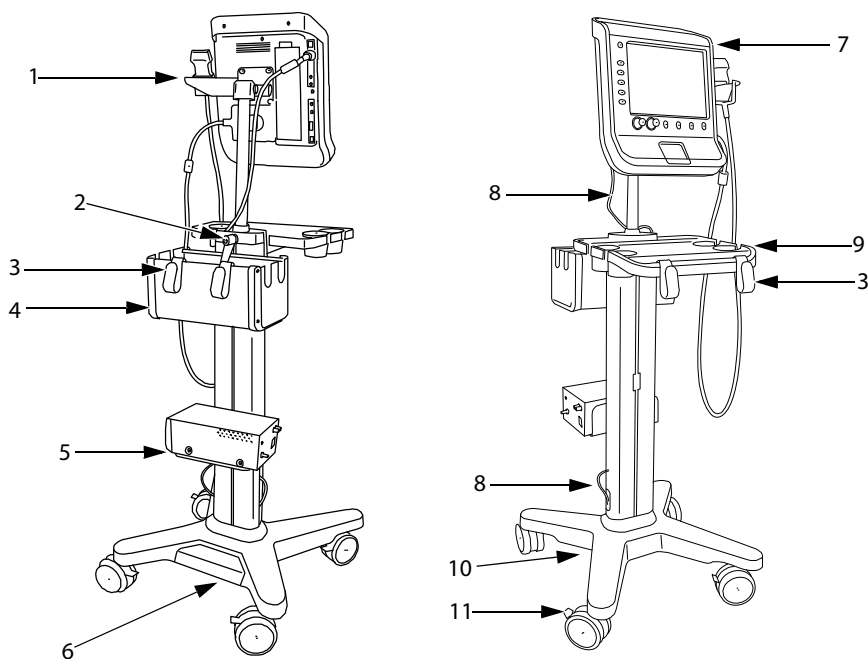

Figura 1 Pedestal S Series: Vistas frontal e posterior (mostrado com impressora, cesto e bandeja opcionais)
- ❖ Conecte os seguintes cabos. Consulte Figura 1 da página 3.
- Cabo de alimentação CC (A)
- Cabo de alimentação CA do sistema (K)